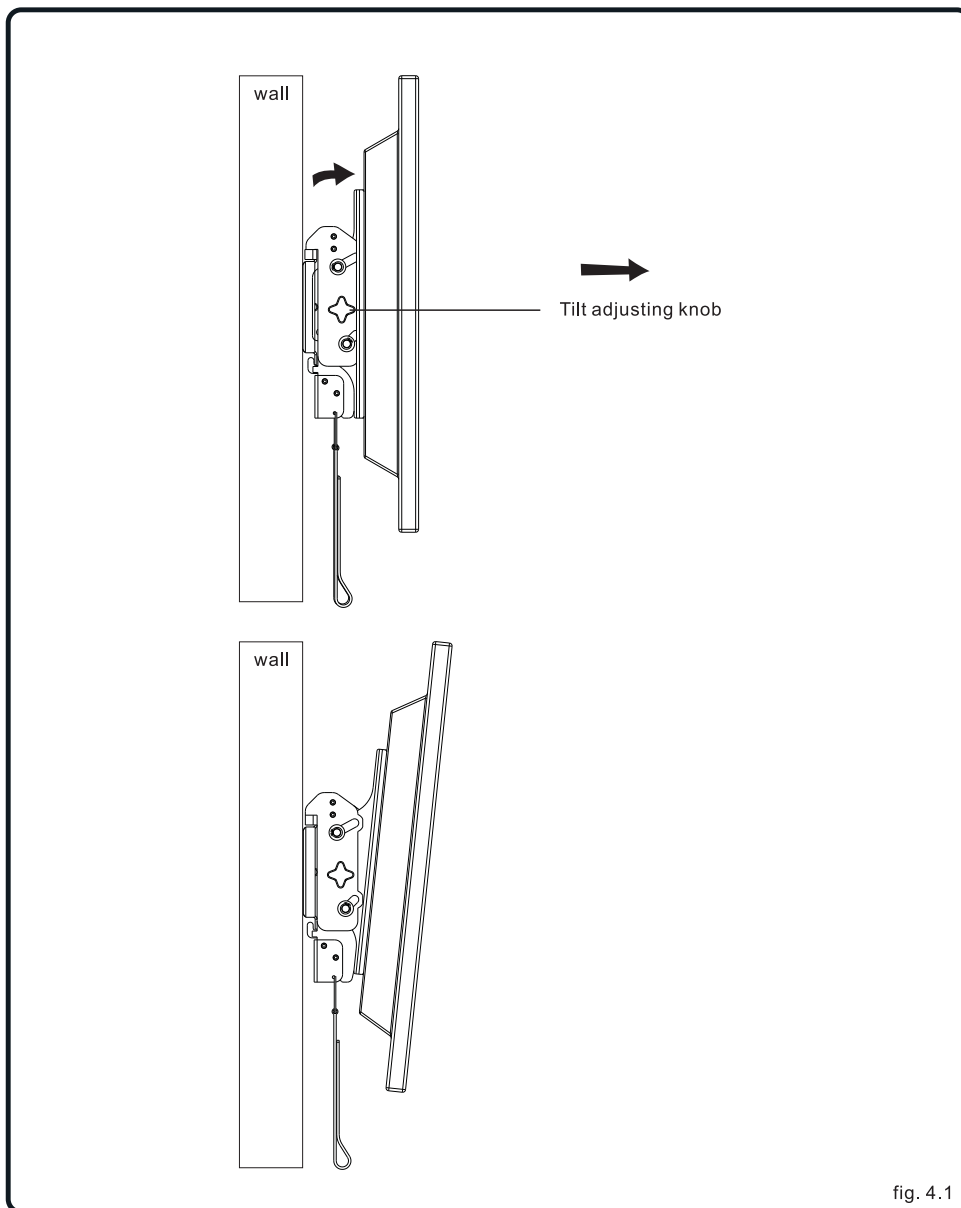

fig. 4.1
- 4** Utilizati suruburile de reglaj de pe adaptoarele montate pe spatele TV-ului ca si in fig. 4.1. Reglati inclinarea dorita, apoi strangeti suruburile ferm. Unghiul de inclinare poate fi reglat intre 0° ~ -12° .